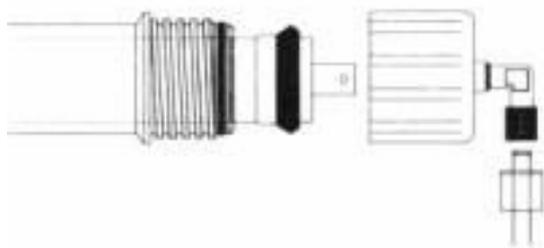

Abb. 4: Membrangehäuse öffnen
- Entfernen Sie den Schlauch vom Anschluss des Deckels des Membrangehäuses (s. Abb. 1, Punkt ⑤ und Abb. 4). Die Verbindung ist entweder mit JACO-Schraubverbindern oder JG-Schnellkupplungen ausgeführt).